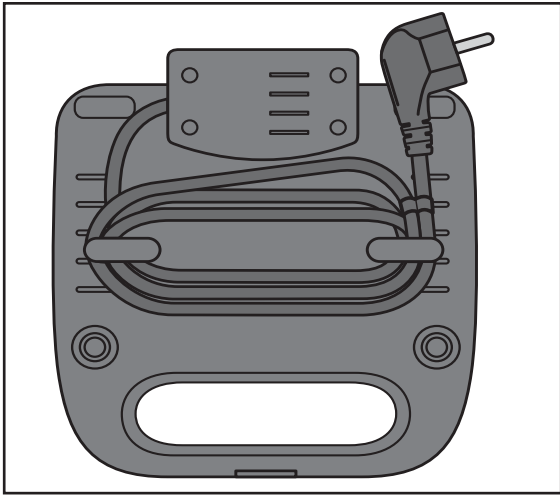

Fig. 1
- Enrolle el cable de red alrededor de las fijaciones del enrollacables 13 de la parte posterior del aparato. Fije el cable con el clip de sujeción (consulte la fig. 1):